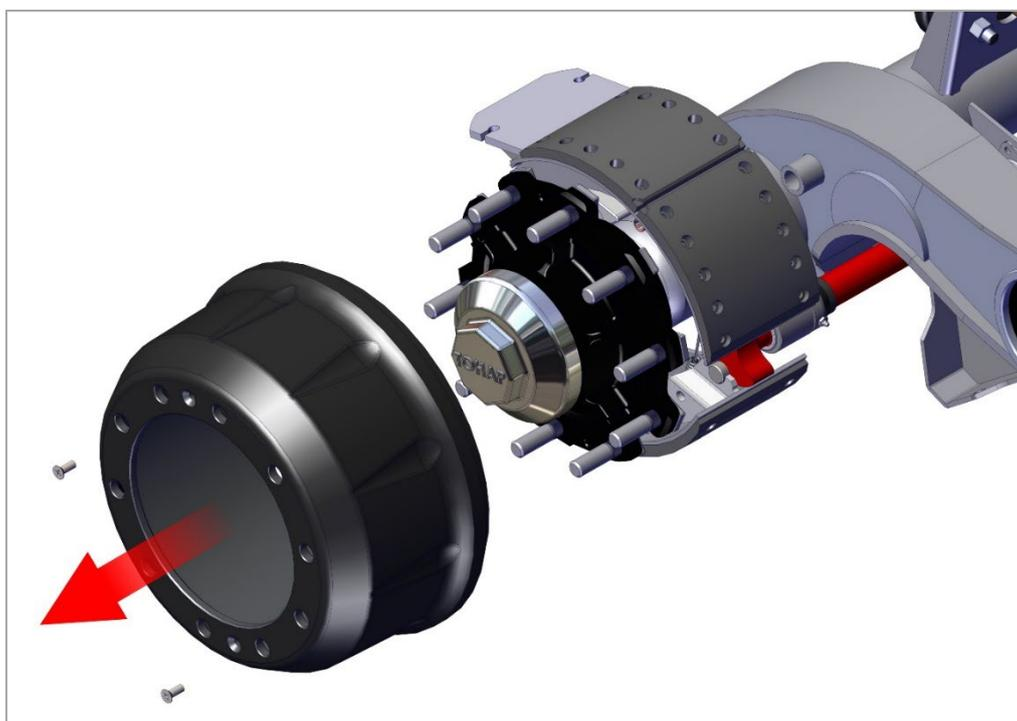

Рис. 17. Снятие барабана
2) Снимите барабан, как показано на рис. 17.